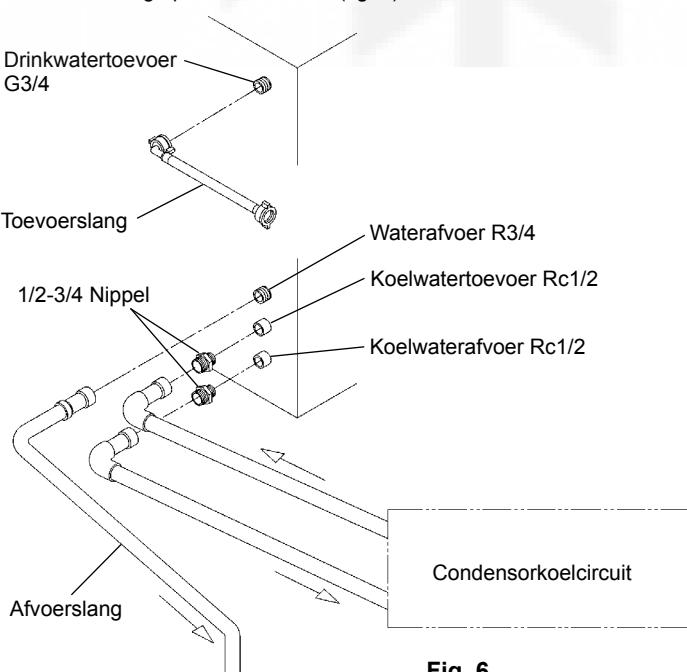

Fig. 6
- * Hoshizaki raadt aan om de watergekoelde condenser aan te sluiten op een hercirkulerend koelsysteem met gesloten circuit, met een toren, waterkoeler of een gelijksoortige installatie (zie fig. 6 en 7). Watersuppletie moet via een kogelklep-/mengvat plaatsvinden.
[a] Standaard aansluitingen volgens WRC-voorschriften in G.B. (fig. 6 en 7)
5) Sluit het condensorkoelcircuit met geschikte, niet flexibele, buis op de aangegeven manier (fig. 6) aan op de vrije uiteinden van de 1/2-3/4-nippels. PTFE-tape en/of een geschikte afdichtingspasta moet worden gebruikt voor een lekvrije aansluiting.